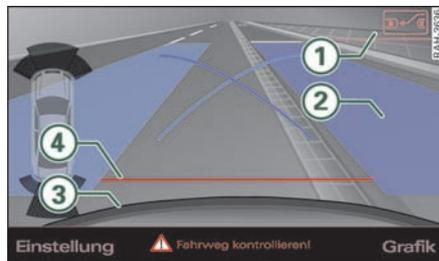
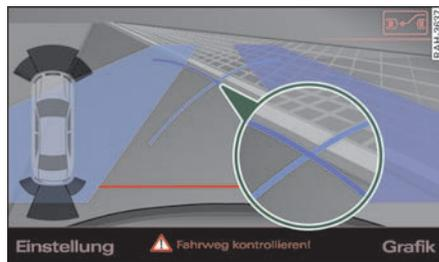

图 177 MMI 显示屏：对准目标车位的蓝色平面
图 178 MMI 显示屏：蓝色弧线与路沿接触
- 请在 MMI 终端上按压控制按钮 ① => 第163页，图 177。驻车模式 2 随即显示出来。
- 请倒车行驶，把本车调整到蓝色平面 ② 紧挨住后面一侧的车辆或泊车位分界线。蓝色平面显示车辆轮廓向后约 5 米的延伸。蓝色平面的纵向一侧应靠在路沿上。整个蓝色平面必须能进入停车空档。
- 一旦蓝色弧线与路沿接触 => 第163页，图 178，请停住本车。
- 继续向停车空位内倒车，直到本车与路沿平行。③ 标志着后保险杠。如果红色定位线 ④ 接触到一个物体，那么最迟在此时不得再倒车 => ！与此同时，请注意本车前部的状况 => 。
如果在停车空档旁有障碍物，如墙壁等，那么在侧面必须选择较大的间距。蓝色平面的纵侧与路沿必须有足够距离。该平面不得紧贴路沿。必须大幅度提前打方向盘。蓝色弧线 => 第163页，图 178 不得接触路沿，而应与其保持足够距离。